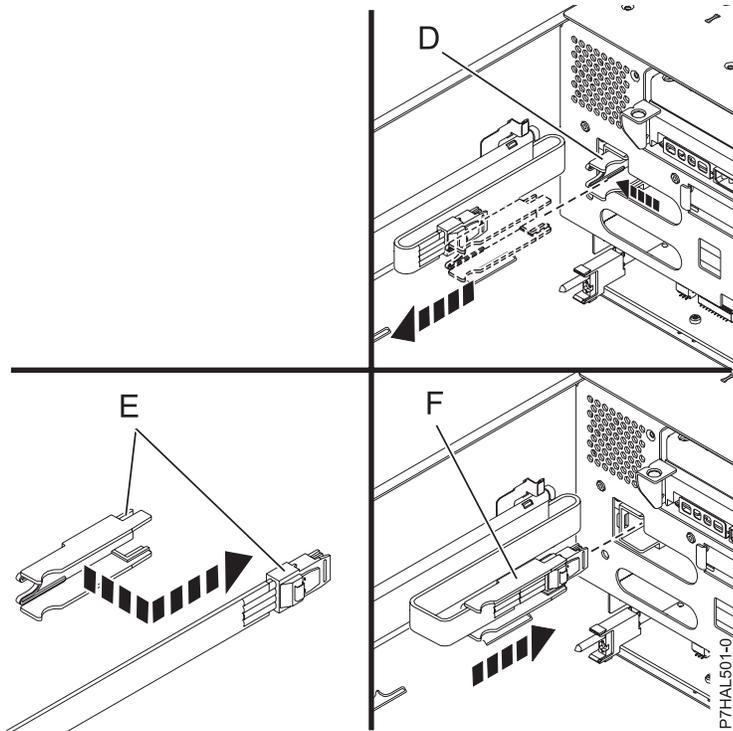

Figure 38. Raccordement du câble SAS
**Conseil :** Pour effectuer cette étape, voir figure 38, à la page 50.